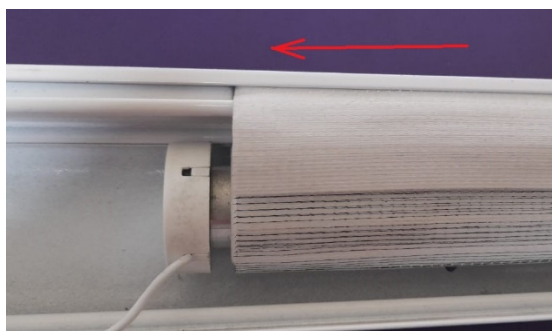

Рис. 4.18
4.9. Вставить подогнутый край ткани с полосой-фиксатором в паз короба (Рис. 4.18). Вставить трубу с мотором во вставку кронштейна (Рис. 4.19).